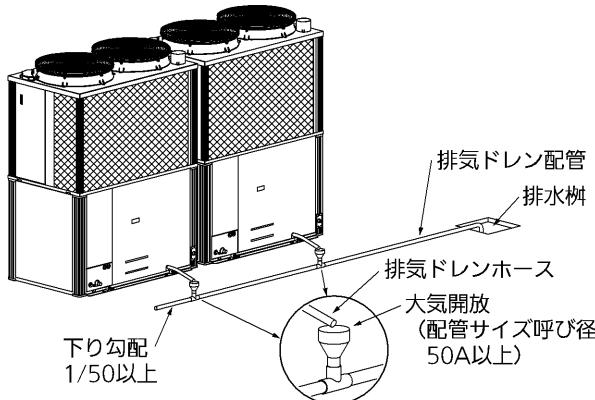

図13：排気ドレンを排水樹に接続する場合
- 室外ユニットの排気ドレンをふたのある排水桟、溝等に接続する場合や、同一箇所に排出する場合は、図13のように排気ドレン中の排気ガスを大気に放出する配管仕様にしてください。（受側配管の口径は、呼び径50A以上としてください。）排気ガスが建物内、室内外ユニットに流入し、中毒や機器腐食などの原因になります。
●ドレン配管は1/50以上の下り勾配とし、口径を縮管しないでください（図13,14）。また、配管の途中にトラップや山越えを作らないようにしてください。